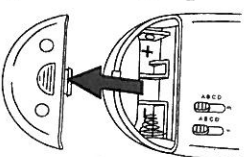

Abb. 5
1. Öffnen Sie an der Rückseite des Funk-Senders das Batteriefach (Abb. 5). Schieben Sie dazu die Abdeckung nach unten weg.